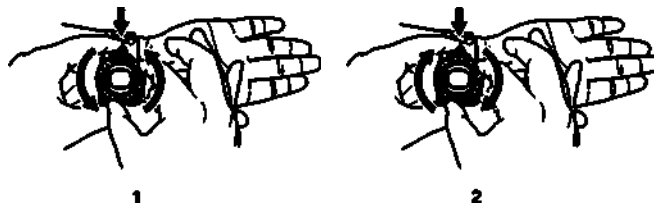

Figura 3. Utilização do mostrador para ajustar a pressão
1. Para diminuir a pressão no local de acesso, prima o bloqueador do mostrador com uma mão e rode em simultâneo o mostrador no sentido contrário ao dos ponteiros do relógio com a outra mão (Figura 3, pormenor 1). Para aumentar a pressão no local de acesso, prima o bloqueador do mostrador com uma mão e rode em simultâneo o mostrador no sentido dos ponteiros do relógio com a outra mão (Figura 3, pormenor 2).